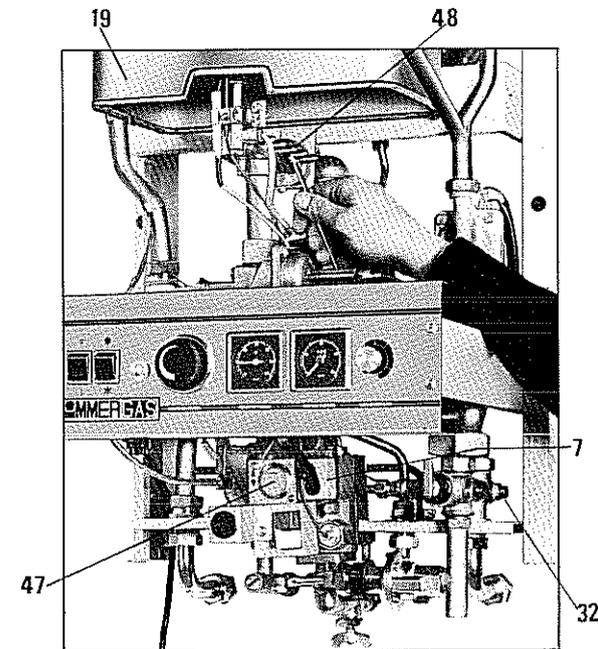

FIG. 15
— Sostituire gli ugelli (48) con quelli adatti servendosi di una comune chiave (vedi fig. 15).